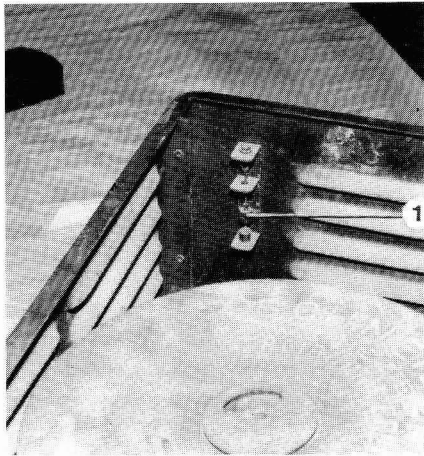

Bild 29
(4) Feldheizgerät ausrichten
- Anhand der Loteinrichtung (Bild 29) prüfen, ob das Feldheizgerät waagrecht steht.